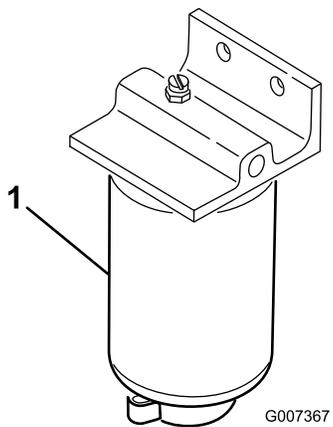

Figura 35
1. Mettete un contenitore pulito sotto il filtro del carburante(Figura 35).